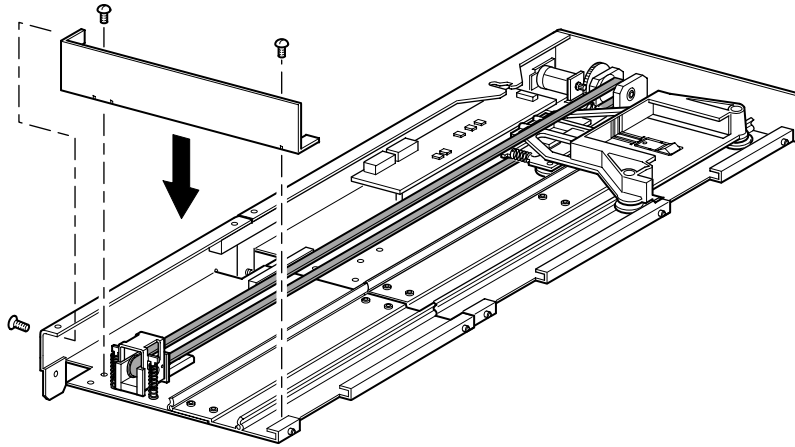

図2-23: ボトム プレートのインストール
11. 前の手順でPTMベースユニットから取り外したボトム プレートを、前の手順で取り外した固定用ネジを使用してインストールします（図2-23を参照）。